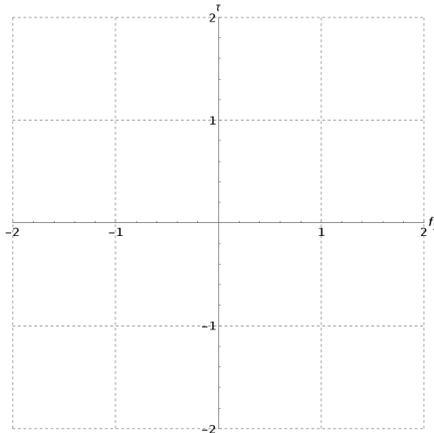

Abbildung 4: Die Dimensionen  $f_y$  und  $\tau$  des Grasp Wrench Space.
3. Zeichnen Sie in Abbildung 4 die Projektion des *Grasp Wrench Space* auf die  $(f_y, \tau)$ -Ebene für die Kontakte  $p_1$ ,  $p_2$  und  $p_3$ .